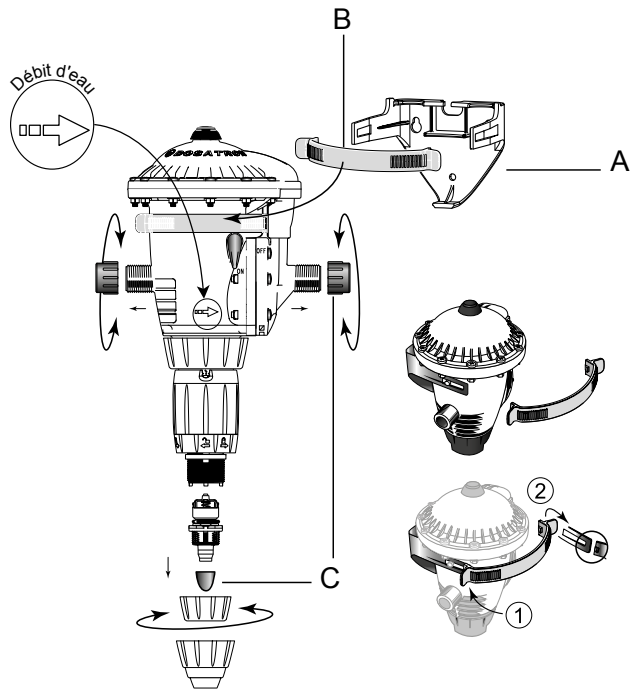

Fig. 1
- un support mural (Fig. 1-A) et une sangle (Fig. 1-B),
Enlever les bouchons de protection (Fig. 1-C) qui obturent les orifices de votre DOSATRON avant de le raccorder sur le réseau d'eau.